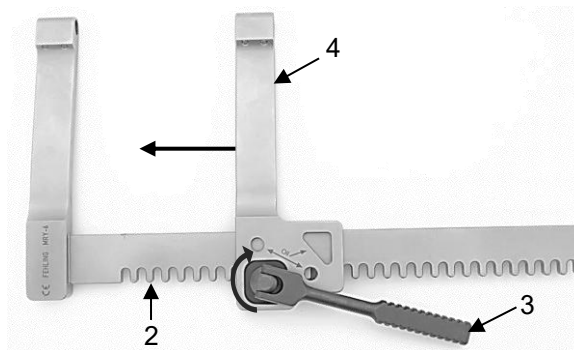

Fig. 17
Gire la palanca de accionamiento (3) en el sentido de las agujas del reloj para desplazar el brazo separador móvil (4) en la cremallera (2) hacia dentro, en dirección al brazo separador fijo (1) (Fig. 17).